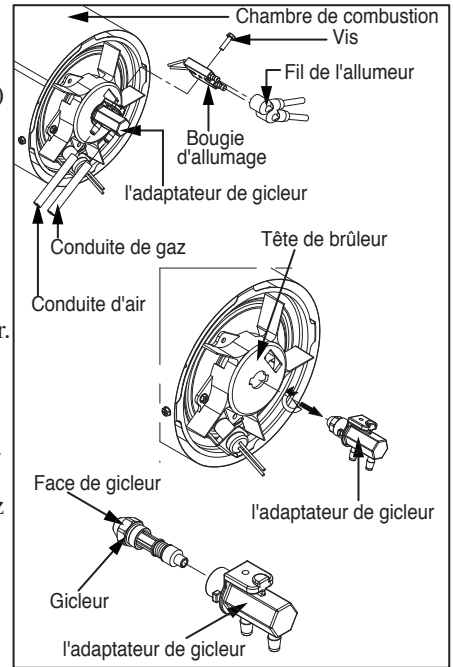

Figure 14. Remplacement du Suceur
- Tournez l'adaptateur de 1/9 de tour (40 °) dans le sens contraire des aiguilles d'une montre et tirez-le vers le moteur pour le retirer. (Consultez la figure 14.)